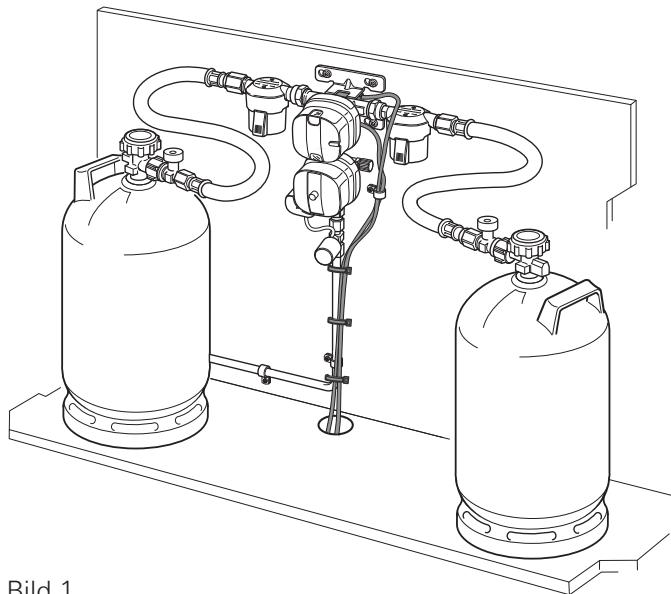

Bild 1
- Alternativt kan kablarna ledas genom ett hål i botten av gaslädan (Bild 1).